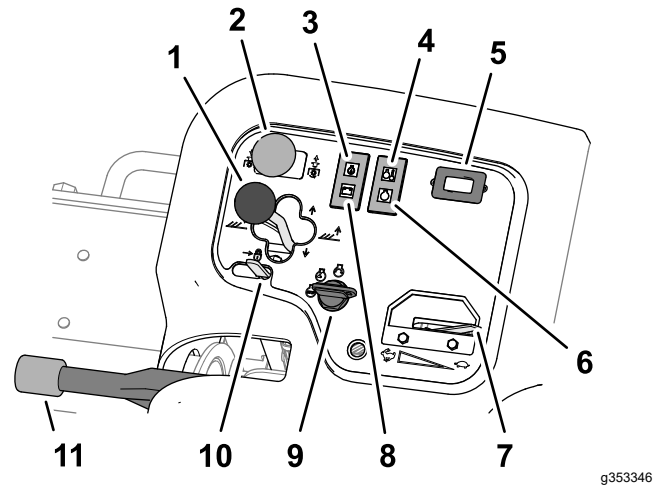

Figura 43
- Per abbassare a terra gli apparati di taglio, spingete la leva di spostamento dell'apparato di taglio in avanti portandola in posizione di ABBASSAMENTO (Figura 43).
L'interruttore di azionamento dell'apparato di taglio (Figura 43) ha 2 posizioni: INNESTO e DISINNESTO. L'interruttore a ginocchiera aziona una elettrovalvola sul banco di valvole, che attiva gli apparati di taglio.
La spia della pressione dell'olio (Figura 43) si accende se la pressione dell'olio del motore scende sotto un livello di sicurezza.
La spia della temperatura (Figura 43) si illumina se la temperatura del refrigerante del motore è alta. A questa temperatura, gli apparati di taglio verranno spenti. Se la temperatura del refrigerante aumenta di altri 5,5 °C, il motore verrà spento per evitare ulteriori danni.
Il contaore (Figura 43) indica le ore totali di lavoro della macchina. Il contaore si avvia all'accensione dell'interruttore a chiave.
La spia della candela a incandescenza (Figura 43) si illumina quando le candele a incandescenza sono sotto tensione.
Portate l'acceleratore (Figura 43) in avanti per aumentare il regime del motore, indietro per ridurlo.
La spia dell'alternatore (Figura 43) verrà spenta quando il motore è in funzione. Se la spia dell'alternatore si illumina mentre il motore è in funzione, controllate il sistema di carica e riparate, se necessario.
Utilizzate l'interruttore di accensione (Figura 43) per azionare il motore e le luci. L'interruttore di accensione ha 3 posizioni:
Spostate indietro il fermo della leva di sollevamento (Figura 43) per impedire che gli apparati di taglio si abbassino.
Ogni volta che spegnete il motore, inserite il freno di stazionamento (Figura 43) per evitare lo spostamento involontario della macchina. Per inserire il freno di stazionamento, sollevate la leva; per disinserire il freno, abbassate la leva.